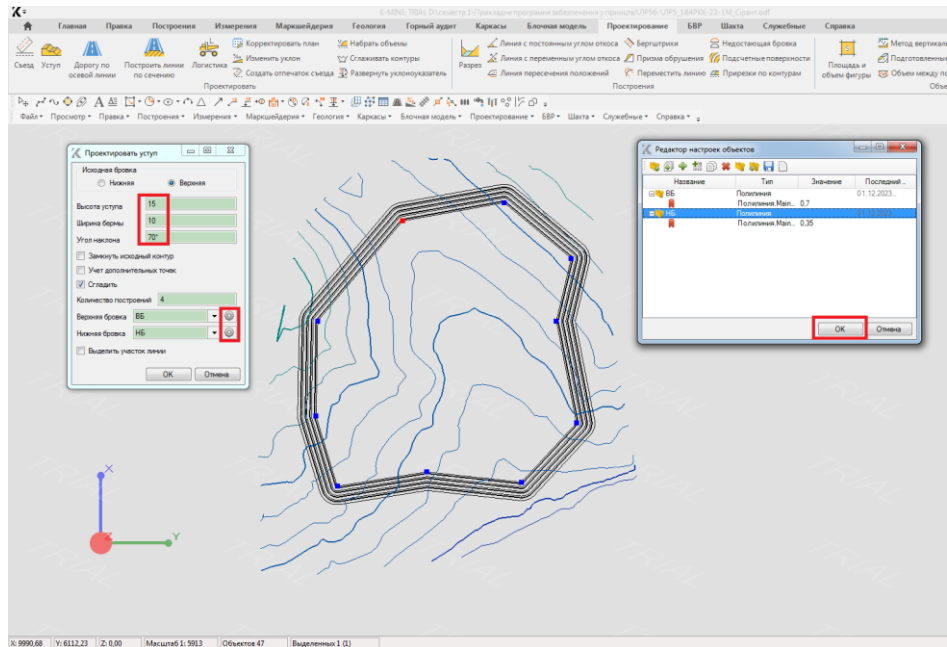

Рисунок 5.2 - Приклад виконання завдання 5
5. Побудуйте положення гірничих робіт до перетину з денною поверхнею за допомогою функції побудови уступу з такими даними: кут відкосу – 70 градусів, висота уступу – 15 м, ширина берми – 10 м. Товщина верхньої брівки – 0,7 мм, нижньої – 0,35 мм. Колір – чорний (рис.5.2).